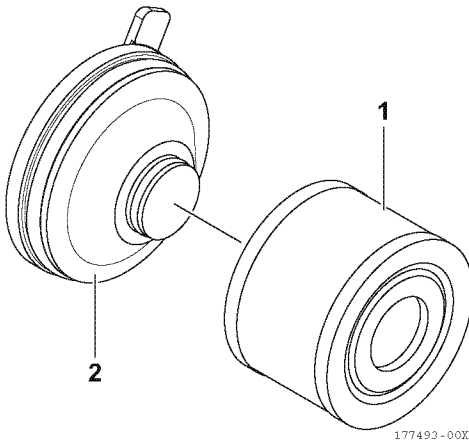

Abbildung 13
4. Die Filterkartusche (1, **Abbildung 13**) vom Deckel (2, **Abbildung 13**) abnehmen.